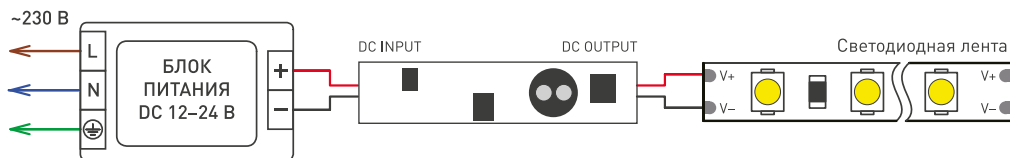

Рис. 3. Схема подключения выключателя SMART-HAND
- 3.3. Подключите выключатель согласно схеме на рис. 3.